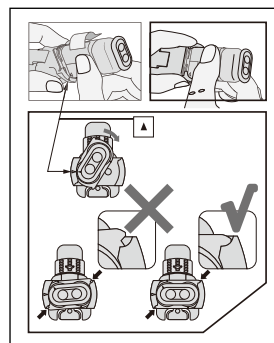

Рис. 3
2. Встановіть картридж в диспенсер Paste Pak (рис. 3). Переконайтеся, що відмітка ▲ на картриджі співпадає з такою ж відміткою на диспенсері Paste Pak, як показано на рисунку. Далі повертайте картридж, поки він не зафіксується у правильному положенні.